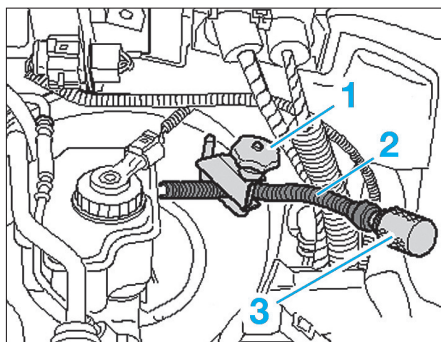

Fig. 5
- Mettre en place un pince-durite (1) sur la canalisation d'alimentation du cylindre émetteur (Fig.5).
- Débrancher la canalisation d'alimentation (2) sur le cylindre émetteur, si nécessaire l'obturer avec un bouchon (3).